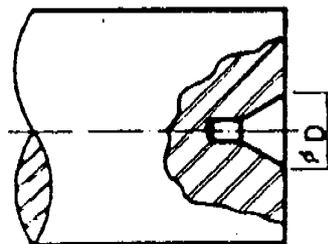

Figura 7
- c. Repita los subpasos a y b hasta obtener la medida D (Figura 7).